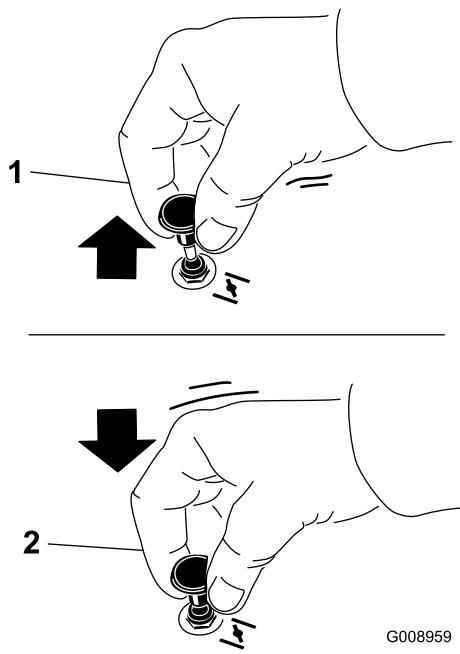

Figura 14
2. Tirate su la manopola dello starter per innestare lo starter prima di usare l'interruttore di accensione (Figura 14).
3. Spingete giù lo starter per disinnestararlo una volta acceso il motore (Figura 14).